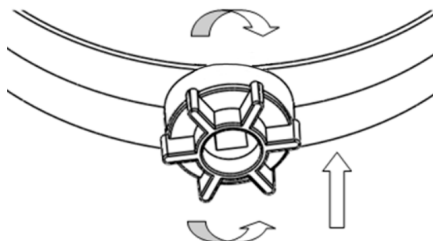

Рис. 5.1. Вертикальная регулировка.
- **Вертикальная регулировка обхвата головы:** нажмите на регулятор (См. рис. 5.1) и поворачивайте рукоятку по часовой стрелке, чтобы уменьшить размер наголовника, и против часовой – чтобы увеличить. Щиток защитный лицевой должен плотно сидеть на голове.